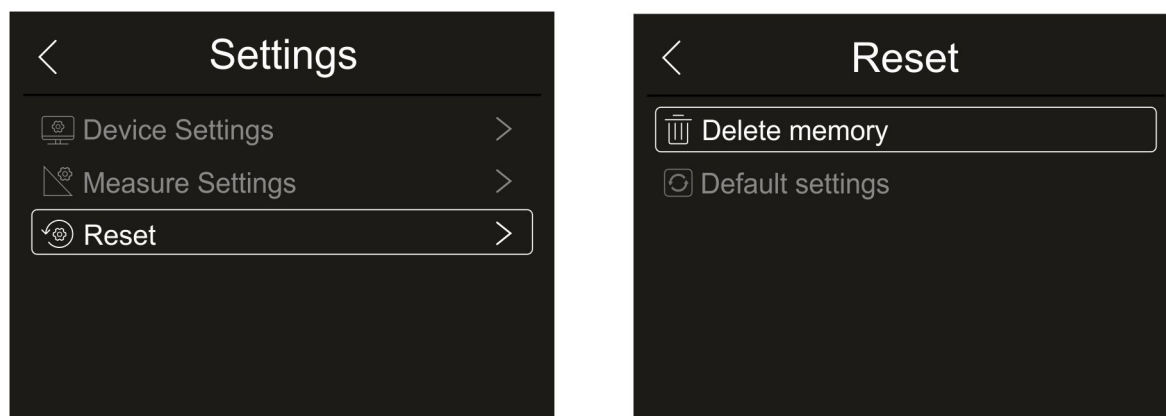

Fig. 31: Menu Reset do instrumento
1. Clique em “Reset”. O ecrã da Fig. 31 - lado direito é exibido no dispositivo. Clique no símbolo “Delete memory”. O seguinte ecrã de confirmação é exibido: